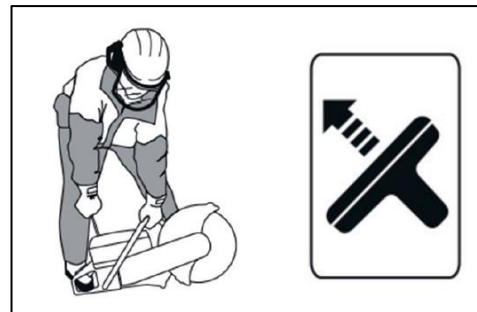

Рис. 24
- Установите бензорез на землю и жестко зафиксируйте: ногой под заднюю рукоятку и рукой прижмите к земле за переднюю рукоятку. Резко потяните ручку стартера (возможно несколько раз) пока двигатель не запустится. (Рис. 24).